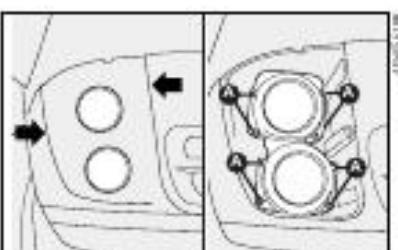

fig. 34
1) retirar a moldura com uma chave de fenda nos pontos indicados pelas setas fig. 34;
2) retirar os parafusos A-fig. 34 de fixação do farol;
9) recolocar o conjunto completo reapertando os parafusos A-fig. 34;